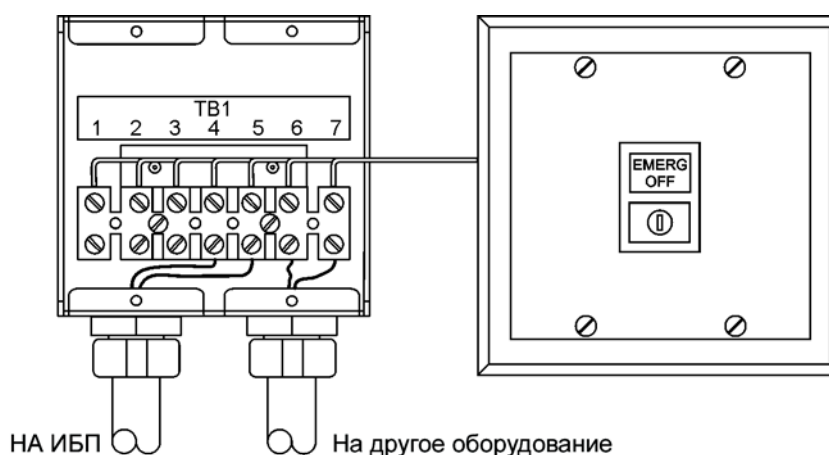

Рис. 4-28. Удаленный выключатель ЕРО
Удаленный выключатель ЕРО используется при аварийных ситуациях для дистанционного выключения ИБП и питания критической нагрузки. Удаленный выключатель ЕРО показан на Рис. 4-28.
12. Если необходимо, подключите проводку удаленного выключателя ЕРО к выключающей цепи защитных устройств. Нормально-разомкнутый (НР) контакт находится между клеммами 6 и 7 удаленного выключателя ЕРО (где применимо), как показано на Рис. 4-28. Проводка удаленного выключателя ЕРО должна подключаться согласно электротехническим правилам и нормам.